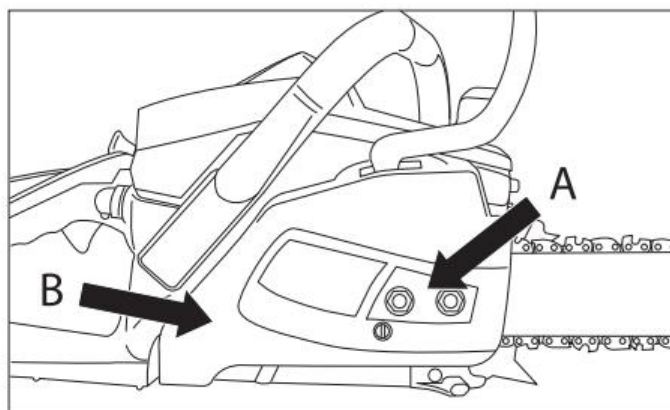

Fig.4
3. Dévissez les deux écrous (A) fixant le couvercle de protection. Enlevez le couvercle de protection (B) (fig. 4).